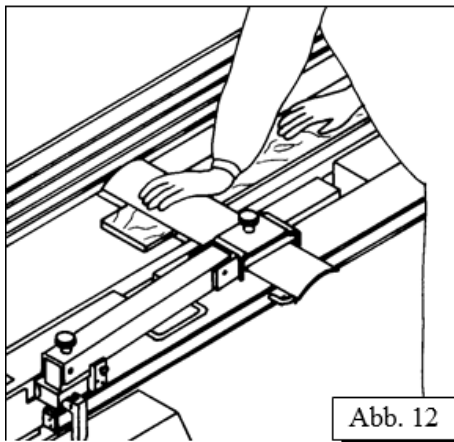

Abb. 12
Dégauchissage /Fig. 12, 13, 14/
- * Déplacer la pièce de travail avant avec les deux mains sur la surface, comme des pièces d'une épaisseur jusqu'à 65 mm /Fig. 12, 13 y 14/.